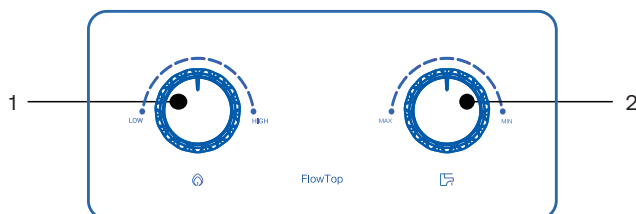

Рис.1
В случае отсутствия розжига горелки, поверните рукоятку изменения расход воды (см. рис. 1) в крайнее правое положение, это позволит осуществить розжиг горелки при минимальном давлении воды в системе.
- ♦ После розжига горелки и устойчивой работы водонагревателя с помощью поворотных рукоятей выставите оптимальную температуру горячей воды. Изменение температуры осуществляется с помощью ручек регулировки изменения расхода газа  или воды  (Рис. 1). Вращая рукоятку изменения расхода газа  вправо, количество газа, подаваемого на горелку, возрастает и соответственно возрастает температура горячей воды и наоборот, вращая рукоятку влево, количество газа уменьшается и соответственно снижается температура горячей воды. Вращая рукоятку изменения расхода воды  вправо, количество воды увеличивается, а температура воды обратно пропорционально уменьшается и наоборот.